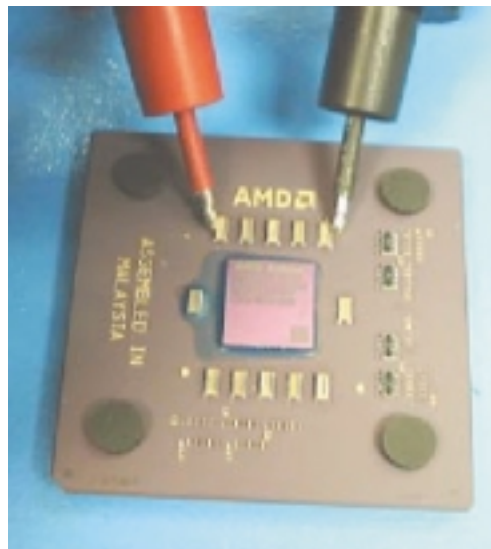
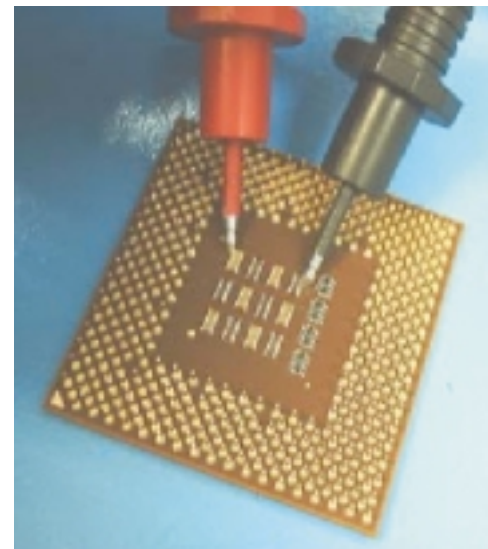

Abbildung 1
Abbildung 2
- Messen Sie bei jedem Prozessor mit einem Ohmmeter den Widerstand zwischen Vcc und Vss. Bei Keramikgehäusen gehen Sie wie in Abbildung 1 dargestellt vor, bei organischen Gehäusen wie in Abbildung 2. Beachten Sie die Anordnung der farbigen Messspitzen. Die schwarze Messspitze liegt in beiden Abbildungen an VSS an.